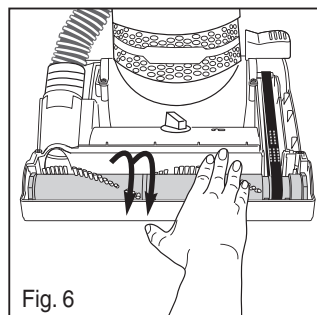

Fig. 6
- 6) Haga girar 2 vueltas al cepillo de rodillo para que la banda se centre (Fig. 6).